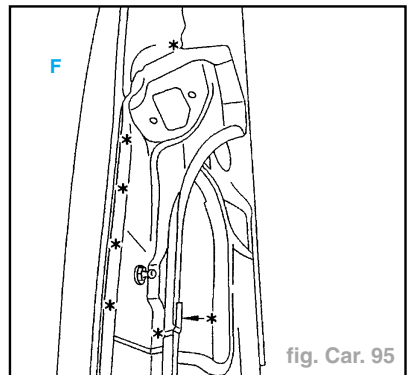

fig. Car. 95
- Dégraffer les points à l'aide d'une fraise de  $\varnothing = 8 \text{ mm}$  (fig. Car. 95).
- Souder par points électriques (fig. Car. 95, 97 et 98).
- Souder par points "bouchon" MAG (fig. Car. 95 et 99).